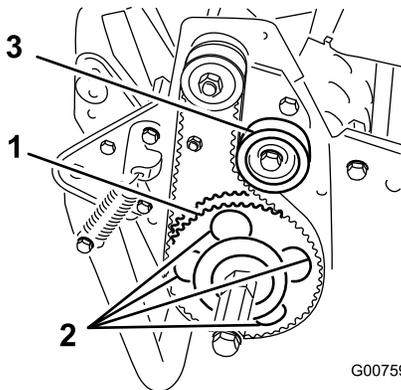

Bild 51
7. Drehen Sie die Antriebsscheibe, bis die Löcher mit den vier Bundscheiben des Rollenlagers ausgerichtet sind (Bild 51).
11. Stellen Sie die Riemen Spannung ein, und ziehen Sie die Befestigungsschraube der Spanscheibe an (Bild 51).